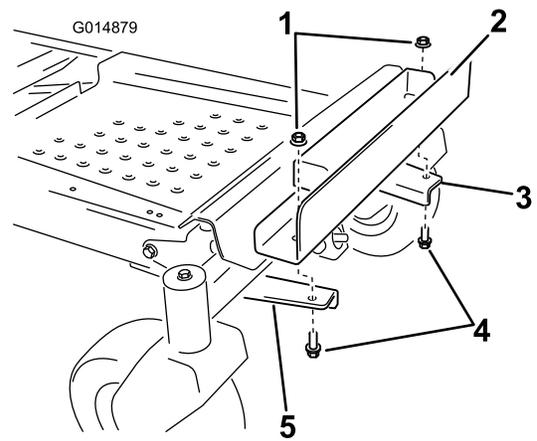

Figure 8
6. Fixez le support de masse aux supports de fixation en alignant les trous extérieurs du support avec les supports de fixation installés précédemment (Figure 8).
7. Fixez le support de masse au moyen de 2 boulons ($\frac{3}{8}$ x 1 po) et 2 contre-écrous ($\frac{3}{8}$ po) (Figure 8).